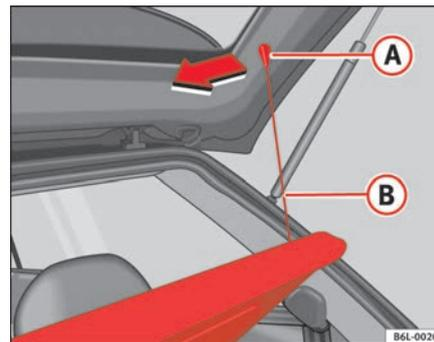

Fig. 90 Plage arrière
- Décrocher les tirants ⇒ fig. 90 **B** de leurs logements **A**.